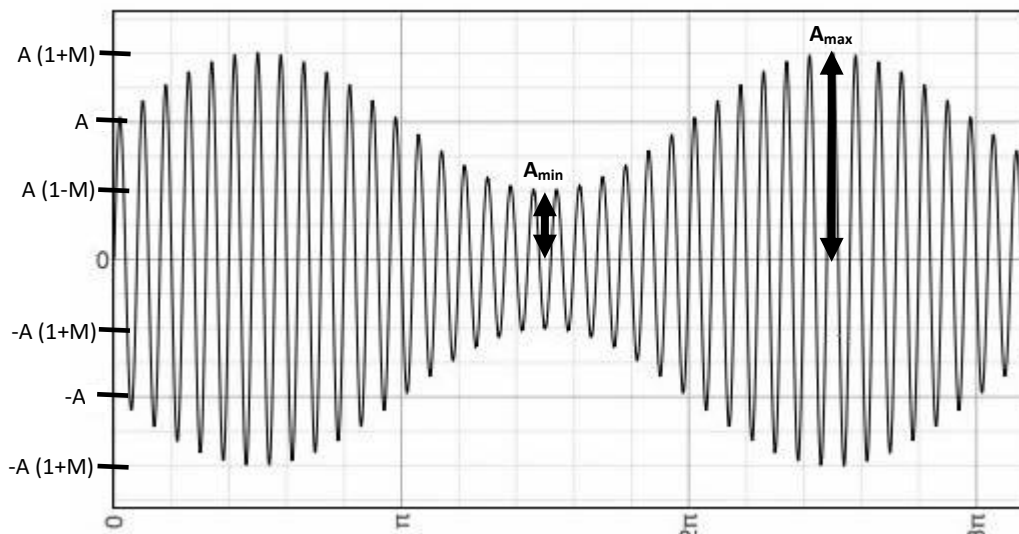

Figura 1.1 Señal AM.
Modulación en amplitud (AM) es el proceso de cambiar la amplitud de una portadora de frecuencia relativamente alta de acuerdo con la amplitud de la señal modulante (información). Con la modulación en amplitud, la información se imprime sobre la portadora en la forma de cambios en amplitud (Figura 1.1).